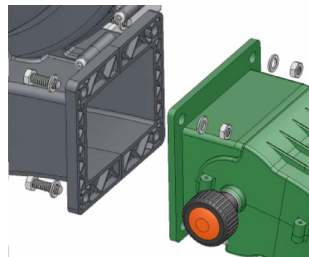

FIGURE 7
2. Fixer le diffuseur (ou autre accessoire) à la bouche de refoulement en utilisant 4 vis TH M6 UNI EN 24017, 4 écrous M6 UNI EN 24032, 8 rondelles Ø6 UNI 6592 (boulonnerie fournie avec les diffuseurs). Serrer les vis au couple maximum de 8 Nm (FIGURE 7);